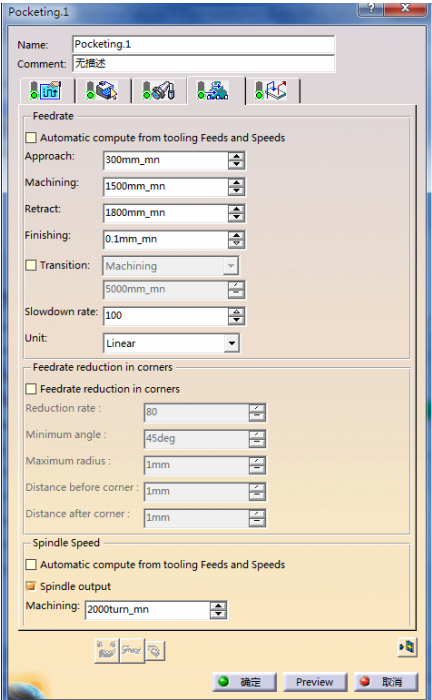

图 3-191 进给率参数选项卡 (9)
4) 定义进给率。单击“Pocketing.1”对话框中的，切换到进给率参数选项卡(9)，如图 3-191 所示。